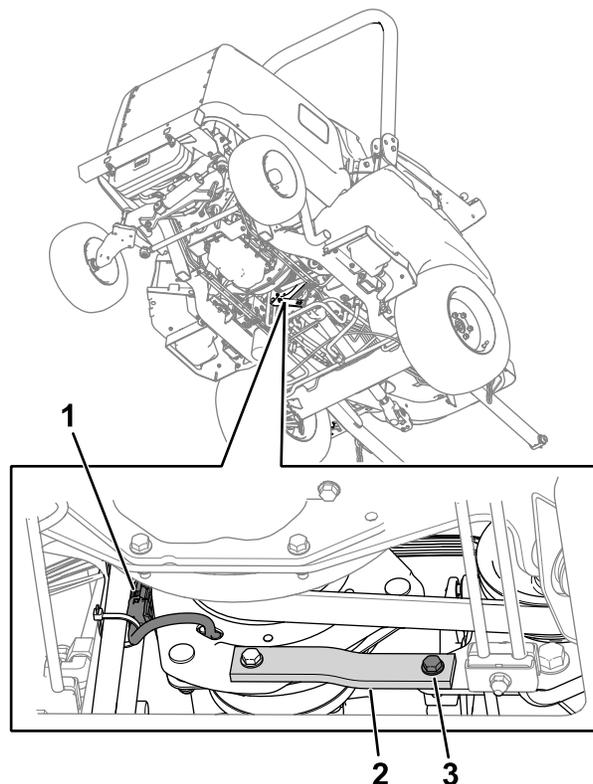

Рисунок 79
2. Отсоедините разъем жгута проводов сцепления от жгута проводов машины (Рисунок 79).
3. Удалите болт, шайбу и гайку с резиновой ленты (Рисунок 79) на раме.